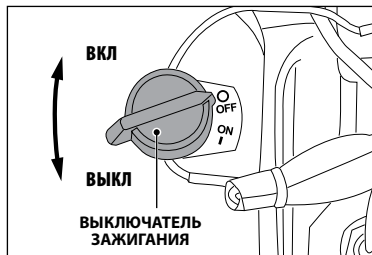

Рис. 15
7. Переведите выключатель зажигания в положение «ON» («I») (рис. 15).